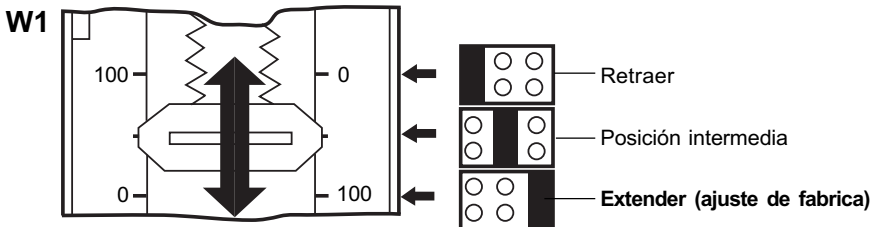

Fig. 35
4.2.1 Como colocar el jumper W1 (posición a fallo de señal, Fig. 35)